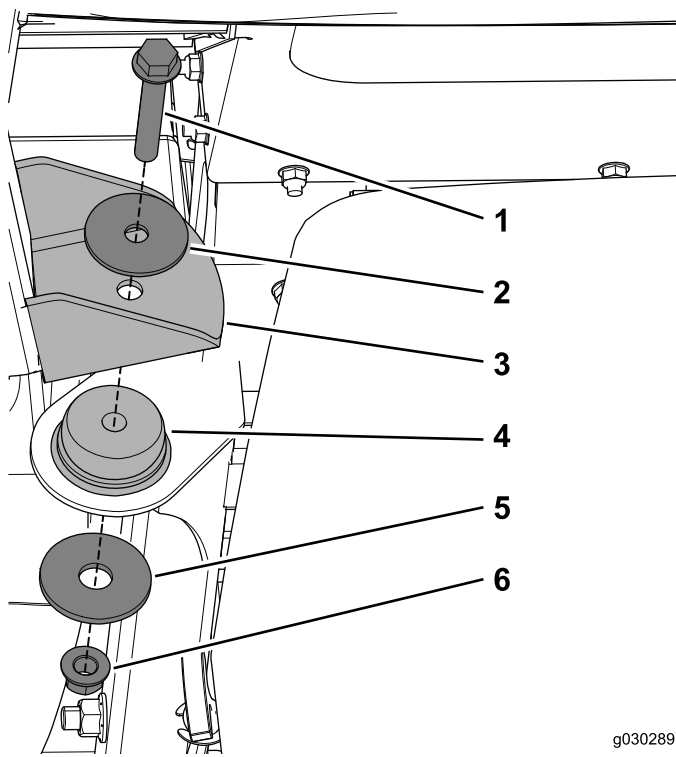

Figura 23
5. Utilize um parafuso (1/2 x 3 pol.), uma anilha de encosto, uma anilha grande e a porca de bloqueio para prender a cabina às montagens posteriores na máquina (Figura 23).